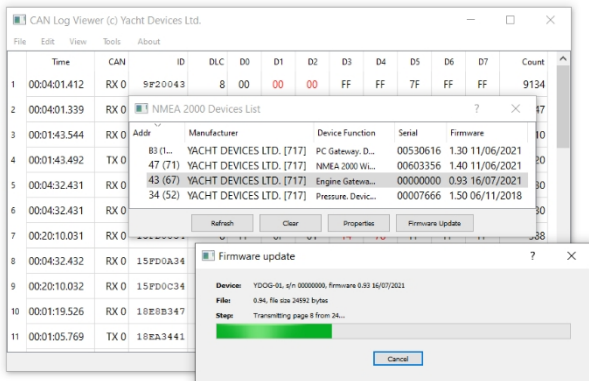

Рисунок 1. Обновление прошивки шлюза Outboard Gateway
2. Нажмите кнопку «Refresh» (см. рис. 1 на следующей странице) в открывшемся окне и дождитесь появления устройства в списке.